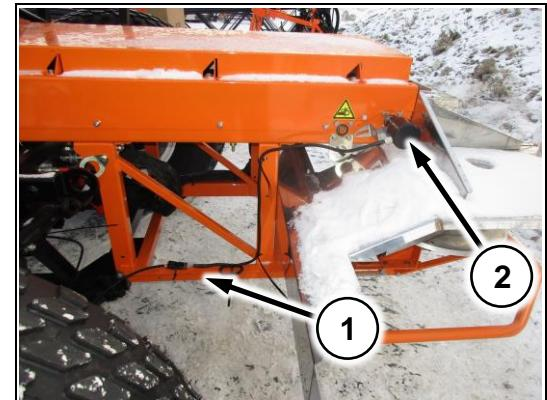

Рис. 145
| | Для работы системы на машине должен быть установлен датчик оборотов ленты (Рис. 145/2) и гидравлический клапан ленты (Рис. 146/1), а также доработана гидравлическая система машины (См. п.11.1.2.2!) |
- 1) Соедините жгут с датчиком оборотов ленты (Рис. 145/1).